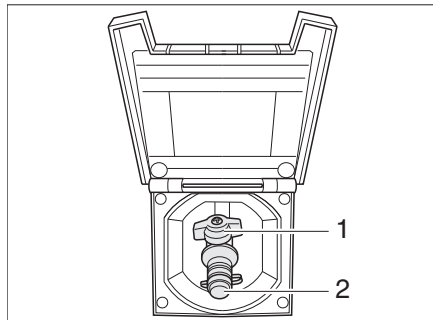

Fig. 209 Toma exterior de gas, válvula de paso de gas cerrada
La toma de gas externa (Fig. 209) se encuentra en el lado derecho del vehículo. En casos excepcionales, la toma de gas externa también se encuentra en el lado izquierdo del vehículo o en la parte trasera.
- Conectar el aparato de gas externo en el punto de conexión (Fig. 209,2).
- Abrir la válvula de paso de gas (Fig. 209,1).